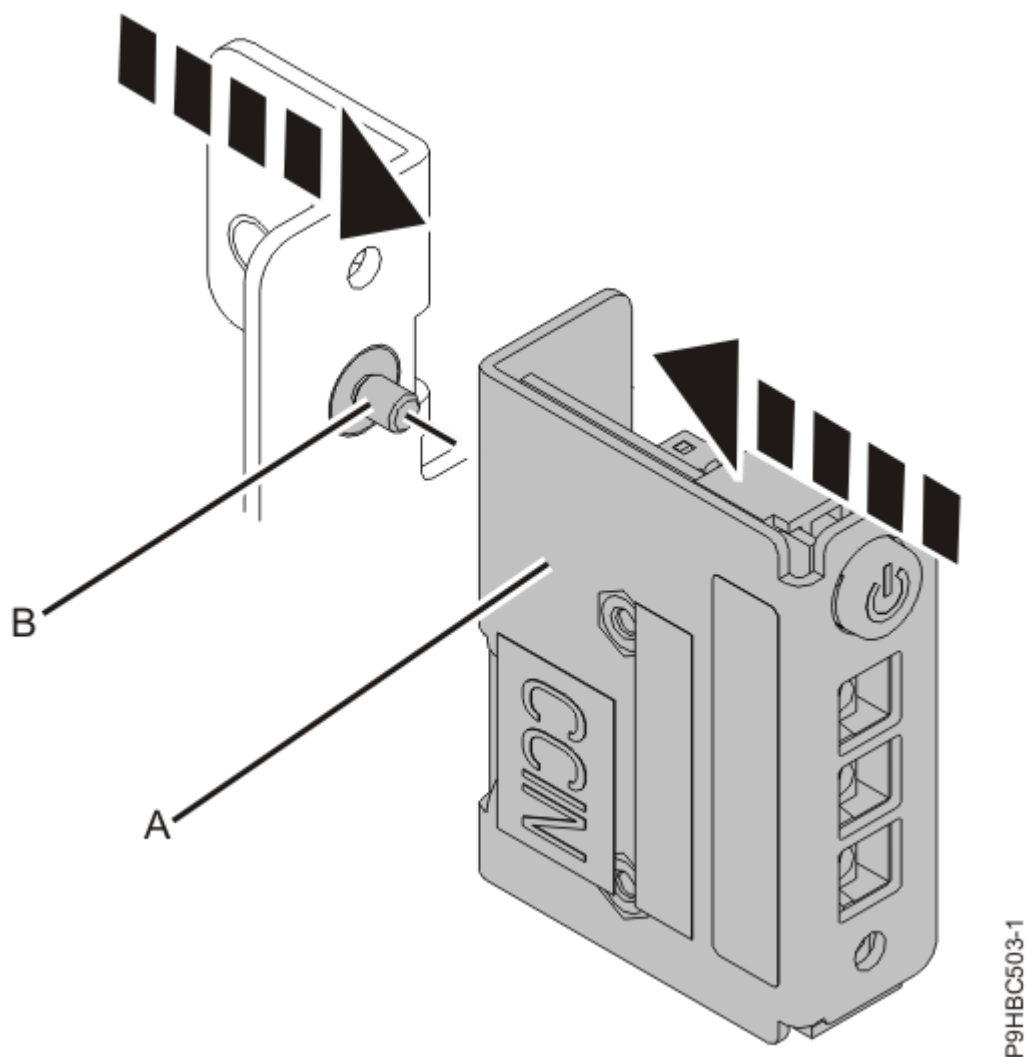

Figure 24. Remise en place du panneau de commande sur la patte de fixation pour un système monté en armoire
3. Pour un système monté en armoire, fixez le panneau de commande **(A)** sur la patte de fixation à l'aide de la vis **(B)**, comme illustré à la Figure 24, à la page 26.